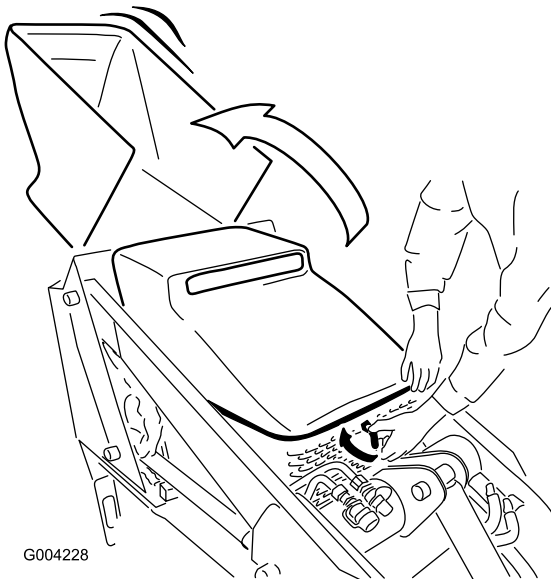

Figura 26
1. Giro el cierre del capó en el sentido de las agujas del reloj (Figura 26).
2. Levante el capó (Figura 26).